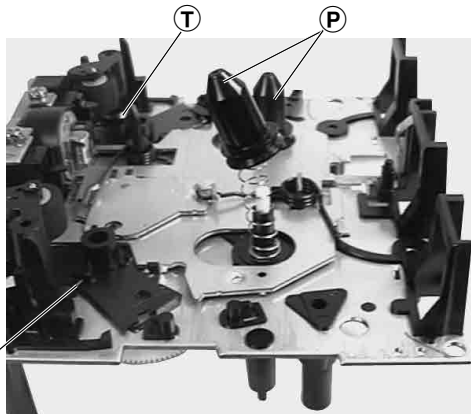

Fig. 26
- Untere Drehfeder ⑫ aushängen (Fig. 26).
- Beim Einbau ist die Feder ⑫ (Fig. 26) wieder einzuhängen.
- Unhook the lower torsion spring ⑫ (Fig. 26).
- Refit the spring ⑫ (Fig. 26) when mounting the new pressure roller.